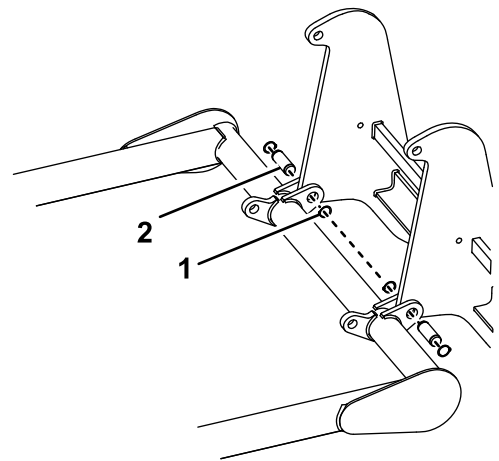

Figure 8
3. Montez le bras du porte-bobine sur le cadre du contrepois à l'aide de 4 bagues de retenue et de 2 goupilles (Figure 8).